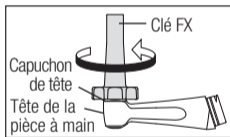

Fig. 20
- 5 Placez la clé FX appropriée sur le capuchon de la tête, puis tournez la clé dans le sens inverse des aiguilles d'une montre pour desserrer le capuchon de la tête. Enlevez le capuchon de la tête (Fig. 20).